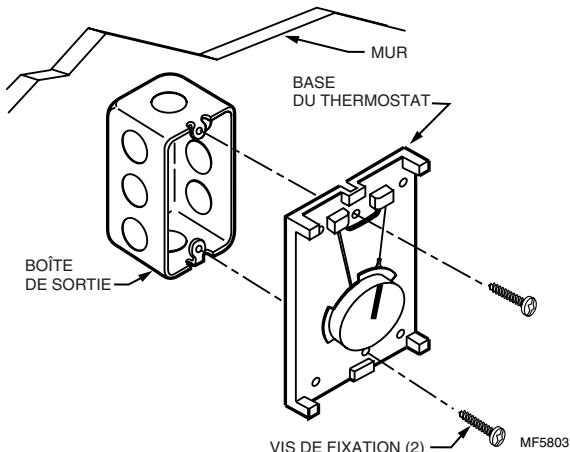

Fig. 4. Installation du thermostat sur la boîte de sortie.
8. Installer le thermostat dans la boîte de sortie. Resserrer les deux vis de fixation (comprises) pour fixer le thermostat en place en évitant d'exercer une trop forte pression sur le cadran de réglage. Voir la Fig. 4.
7. Installer le thermostat dans la boîte de sortie. Resserrer les deux vis de fixation (comprises) pour fixer le thermostat en place en évitant d'exercer une trop forte pression sur le cadran de réglage. Voir la Fig. 4.
① ALIMENTATION. FOURNIR, AU BESOIN, UN DISPOSITIF DE COUPURE ET UNE PROTECTION CONTRE LES SURCHARGES.
② UTILISER DES CONNECTEURS SANS SONDURE CO/ALR POUR SERVICE SPÉCIAL LORSQUE LES CONDUCTEURS SONT EN ALUMINIUM POUR ÉVITER LES RISQUES D'INCENDIE.
③ UTILISER UN RÉGULATEUR À MAXIMUM DISTINCT DANS L'APPAREIL DE CHAUFFAGE.
④ OUVERTURE ET REFERMETURE DU CIRCUIT À -35 °C (-31 °F); NORMALEMENT ACTIVÉ THERMIQUEMENT; OUVERTURE DU CIRCUIT SUR UNE AUGMENTATION DE TEMPÉRATURE; FERMETURE DU CIRCUIT SUR UNE BAISSE TEMPÉRATURE.